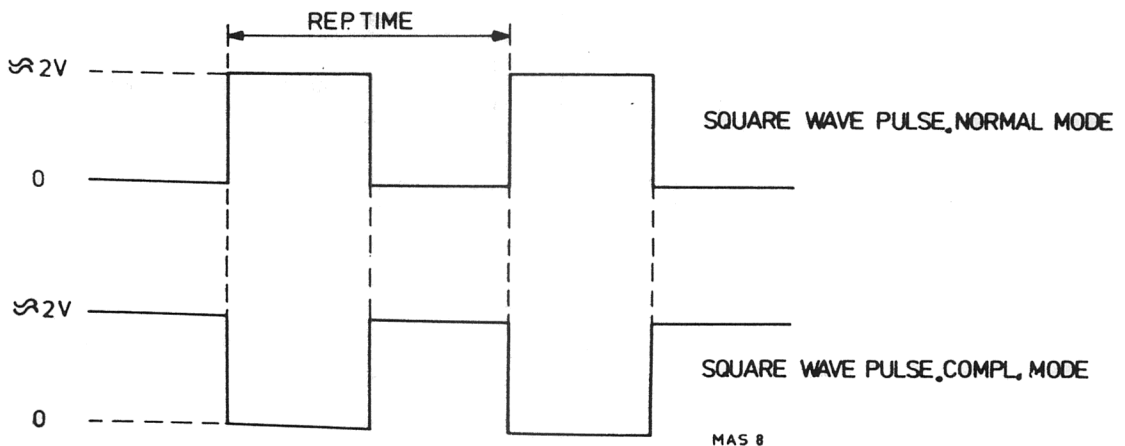

Fig. VI-12 : Impulsion rectangulaire PM 5704
- Observer une impulsion TTL normale et son complément similaire à la fig. VI-12.